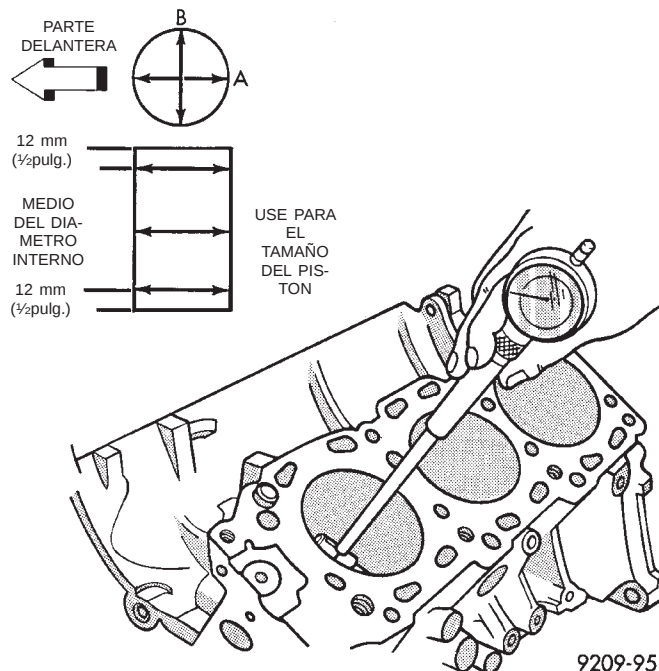

Fig. 106 Verificación del tamaño del diámetro interno del cilindro
(1) Mida el diámetro interno del cilindro en tres niveles, en las direcciones A y B (Fig. 106). La medición en el punto más alto debe ser 12 mm (0,50 pulg.)